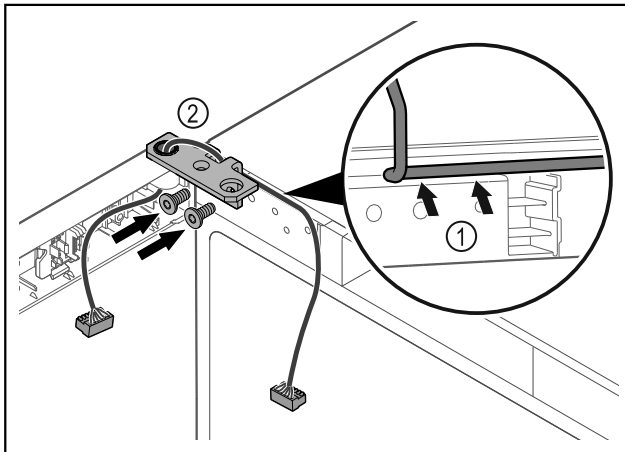

Fig. 57
- ▶ Кабель провести через виїмку шарнірного кутика і обережно прокласти Fig. 57 (1).
- ▶ Накрутити шарнірний кутик Fig. 57 (2).